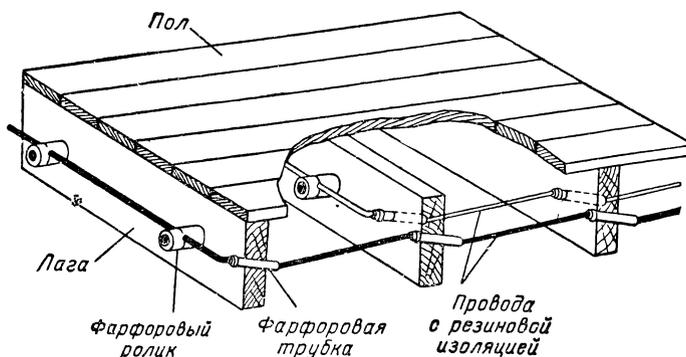
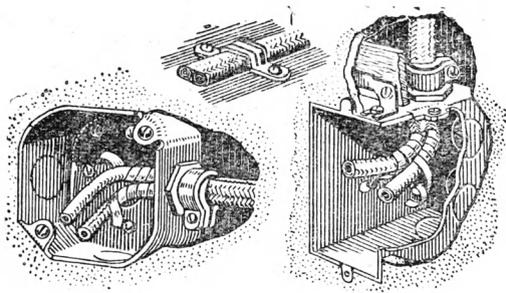
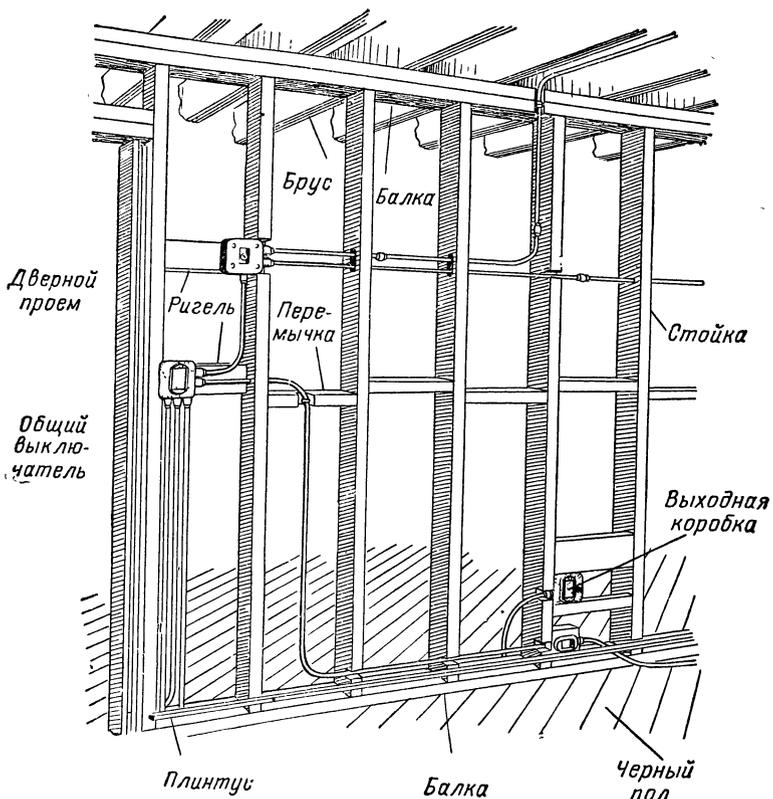

Рис. V.55. Скрытая электропроводка.
Рис. V.56. Способ крепления кабеля с неметаллической внешней оболочкой к плинтусам и потолку, а также к коробкам выключателей и штепсельных розеток.
Рис. V.59 Скрытая электропроводка во внутренней деревянной перегородке, прокладываемая в стальных трубах.
**Системы электропроводки.** Электроприборы, в большинстве домов и квартир подключаются к настенным штепсельным розеткам, а осветительные лампы ввинчиваются в патроны, подсоединенные к сети через выключатели; кроме того, имеются специальные отводы для подключения нагрузок повышенной мощности, таких, как электроплиты и электроводонагреватели. Электропровода скрытой проводки, прокладываемые внутри стен или в потолке, должны иметь защитную оболочку. Для предохранения домашней электропроводки от повреждений применяется несколько способов ее монтажа: электропроводка на фарфоровых роликах и в трубках (рис. V.55); кабели с неметаллической оболочкой (рис. V.56 и V.57); бронированный кабель (рис. V.58); электропроводка в металлических трубах (рис. V.59).